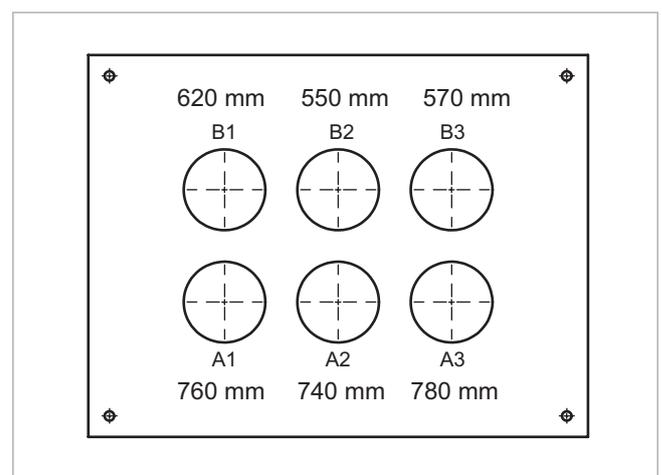

Abb. 34: Abdeckplatte mit Längenangaben für Anschluss A1/B1 bis A3/B3
- Schlauch außerhalb des Lagerraums auf die jeweils angegebene Länge „A1“ auf der Abdeckplatte (siehe → Abb. 34) abschneiden.
- X Länge gemäß → Abb. 34